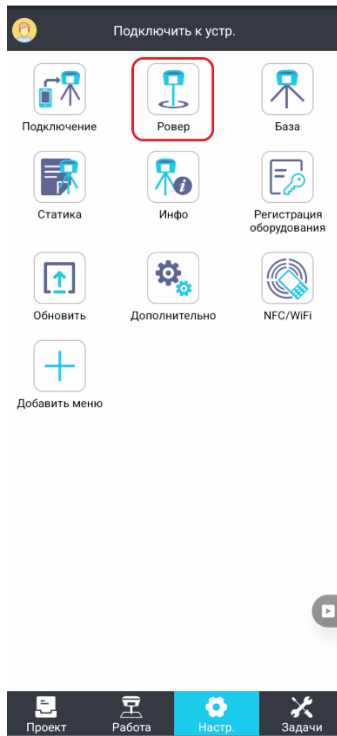

Рисунок 5.2.33
1. Перейдите в нижнее меню **Настройки** (Рисунок 5.2.33).